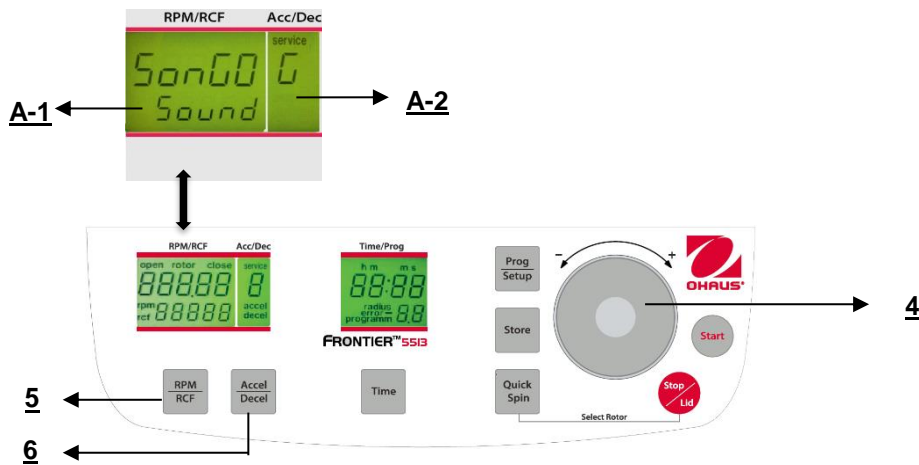

Figure. 32
Poursuivre conformément à la description du paragraphe 4.1.2 pour entrer dans ce mode de programme et appuyer ensuite sur la touche "**Accel/Decel**" (6). Sur l'affichage "**Acc/Dec**" (A-2), le mot "**Service**" clignote. Sélectionner maintenant la lettre "**G**" avec le cadran de réglage (4). Ceci entraîne l'apparition des mots "**SonGo/Sound**" sur l'affichage "**RPM/RCF**" (A-1). Après avoir appuyé sur la touche "**RPM/RCF**" (5), il est possible de sélectionner une sonorité avec le cadran de réglage (4). (voir la figure 32)